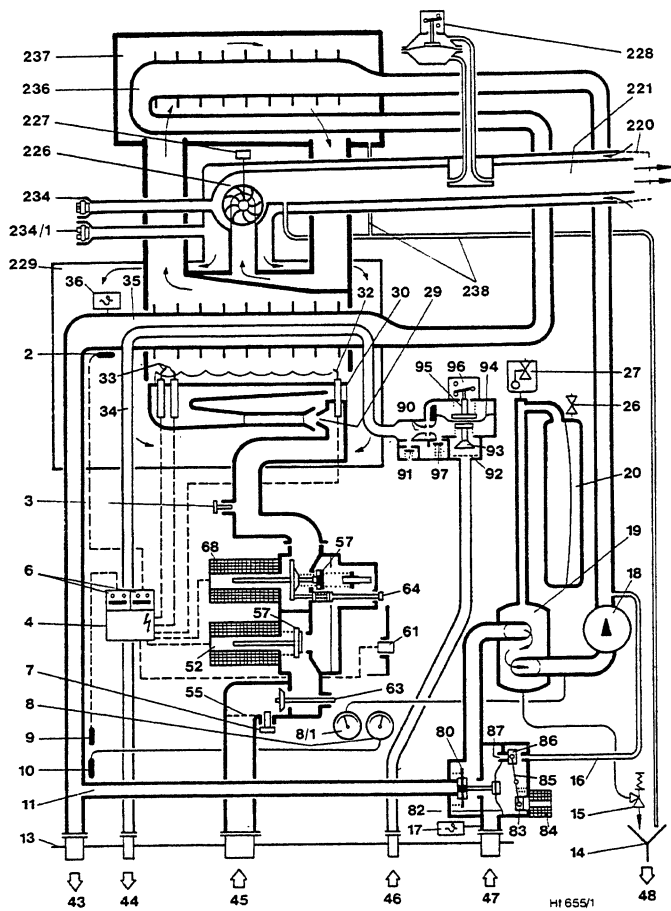

Figura 33 Kesseltherme Kombi CL 100W..
In alcuni casi è possibile aumentare la capacità del vaso di espansione: a tale scopo diminuire la pressione fino a 0,5 bar allentando la vite (figura 33, pos. 26).